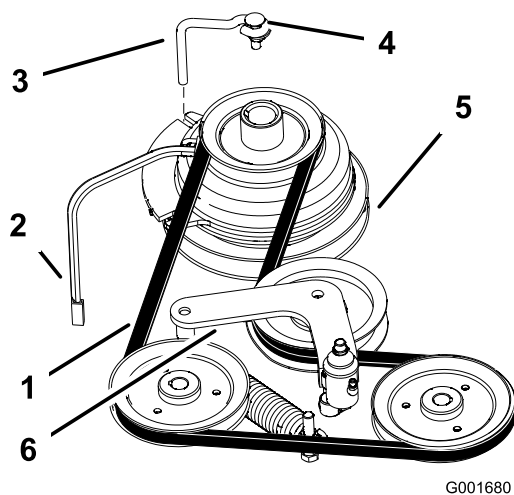

Figure 47
2. Retirez le boulon de la butée d'embrayage et débranchez le fil de l'embrayage électrique (Figure 47).
4. Retirez la courroie de transmission des poulies du moteur et des pompes hydrauliques (Figure 47).
5. Montez la courroie neuve sur les poulies du moteur et des pompes hydrauliques (Figure 47).
7. Relâchez la poulie (Figure 47).